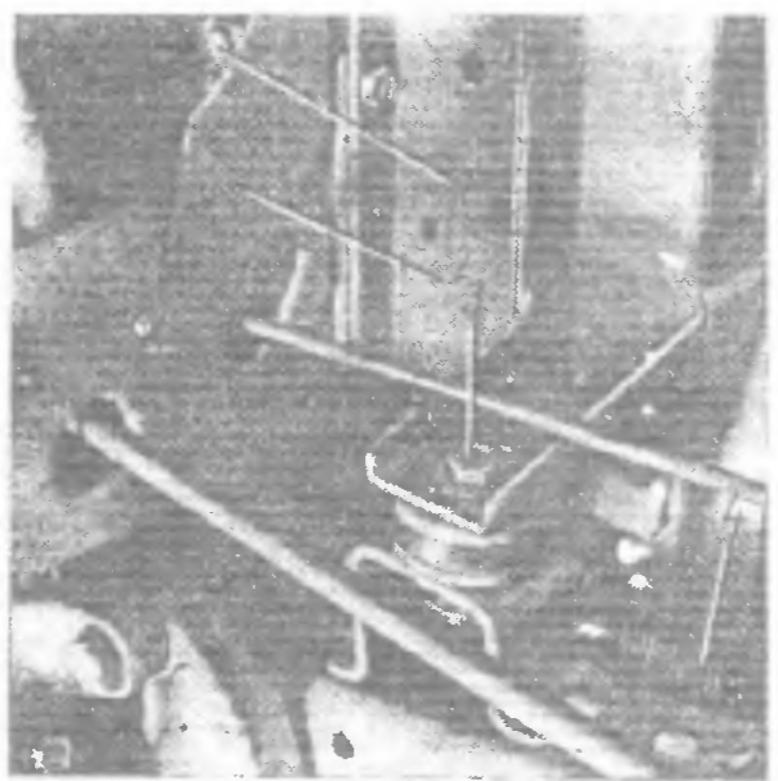

Рис. 19. Крепление радиатора слева:
5. Отсоедините от двигателя тягу акселератора. Отсоедините от левого кронштейна радиатора оттяжную пружину тяги акселератора. Расшплинтуйте и отверните гайку болта 3 (рис. 19) крепления радиатора к раме с левой стороны. Выверните болты 1 крепления левого уплотнительного кожуха 2 к радиатору. Отсоедините от радиатора смазочной системы двигателя левый маслопровод 4	Плоскогубцы,ключи 10, 19 мм (2 шт.), отвертка
28. Заверните и зашплинтуйте гайку болта (см. рис. 19) крепления радиатора к раме с левой стороны. Подсоедините к радиатору смазочной системы двигателя левый маслопровод 4. Вверните болты 1 крепления левого уплотнительного кожуха 2 к радиатору	Ключи 10, 19 мм (2 шт.), отвертка